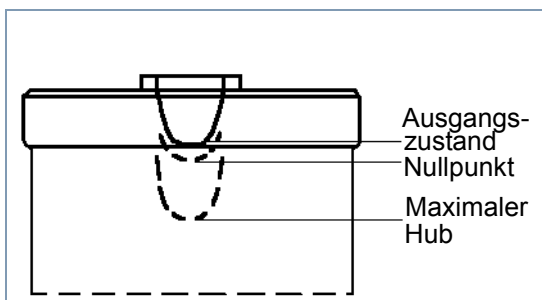

Abb. 4 Nullpunkt
- Nullpunkt (Druckpunkt) durch langsames Hineindrücken des Stößels ermitteln (siehe Abb. 4).